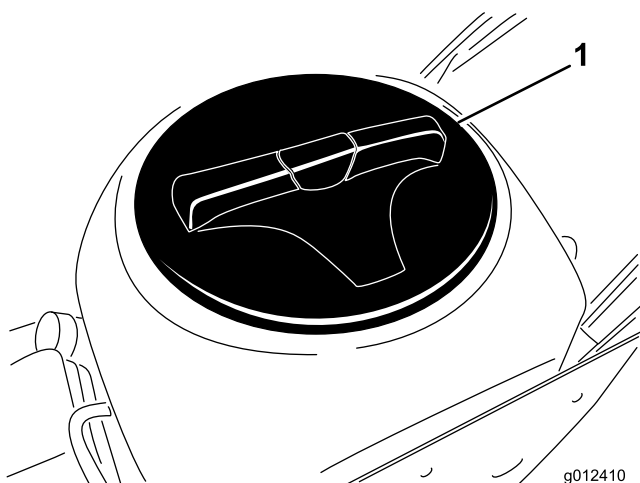

Figura 22
4. Retire la tapa del depósito (Figura 22).